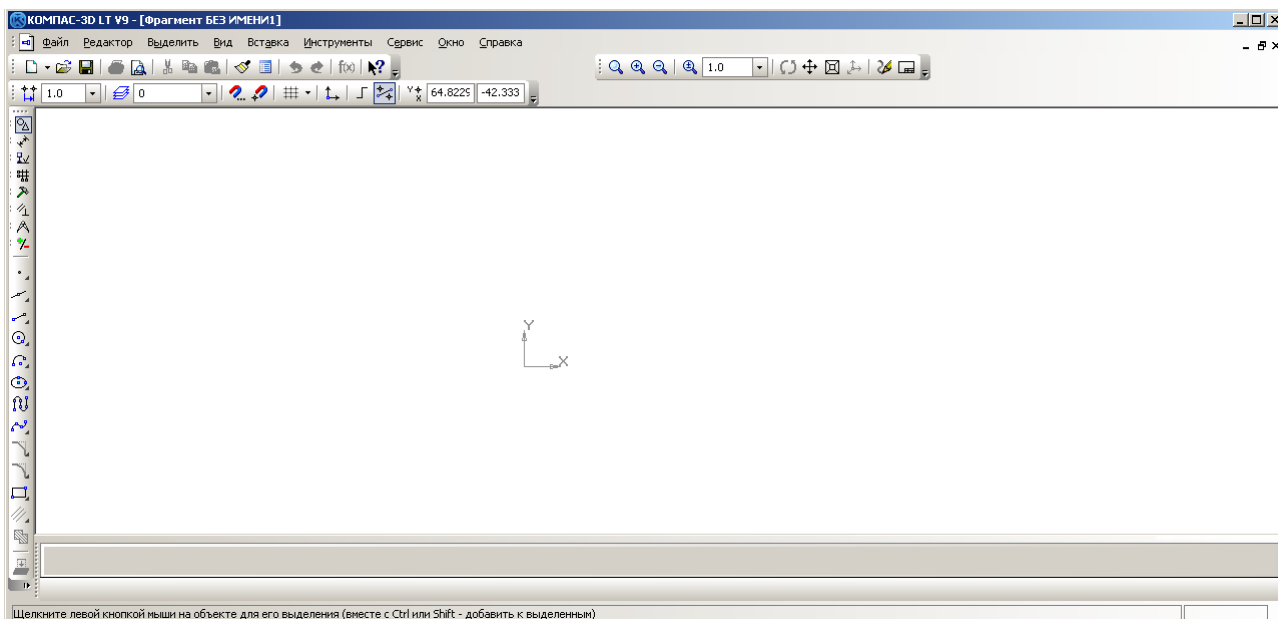

Рис. 1.10.
2.4. Выполните команду Сервис⇒Профили (рис. 1.7 з) и выберите в открывающемся списке профиль **default_It**. Нажмите кнопку **Применить**, затем – кнопку **Выход**. Экран примет первоначальный вид (рис. 1.10).